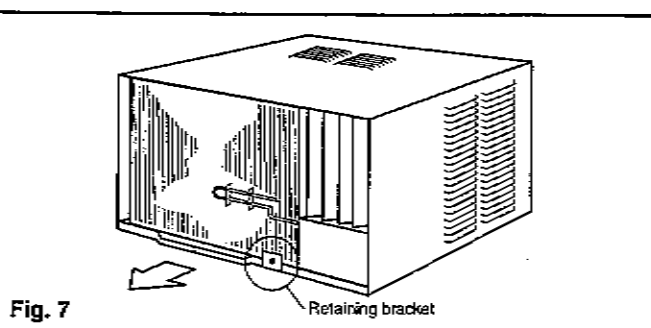

Fig. 7
- Remove the phillips screw & retaining bracket securing the slide-out-chassis. (lower front cabinet) Fig.7
- Réinstallez la bride de retenue (du châssis) et la vis enlevée antérieurement de l'avant inférieur du caisson. Fig. 7.